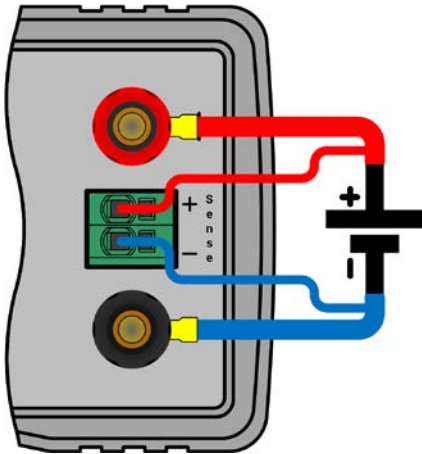

Figure 6 - Exemple de câblage de la mesure à distance
- La mesure à distance est uniquement accessible en fonctionnement à tension constante (CV) et pour les autres modes de régulation l'entrée Sense doit être déconnectée, si possible, car la laisser connectée augmente généralement les oscillations.
- Le câble Sense(+) doit être relié au (+) de la source et Sense(-) au (-) de la source, sinon l'entrée Sense peut être endommagée. Par exemple voir *Figure 6* ci-dessous.